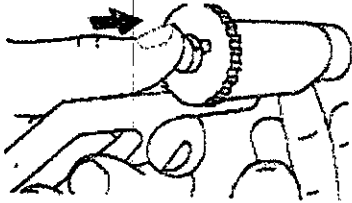

Figura 7
2. Una vez que la hélice esté colocada de manera satisfactoria, pulse el botón accionado para abrir las tenacillas y liberar el cable de estimulación del tunelizador (Figura 7).